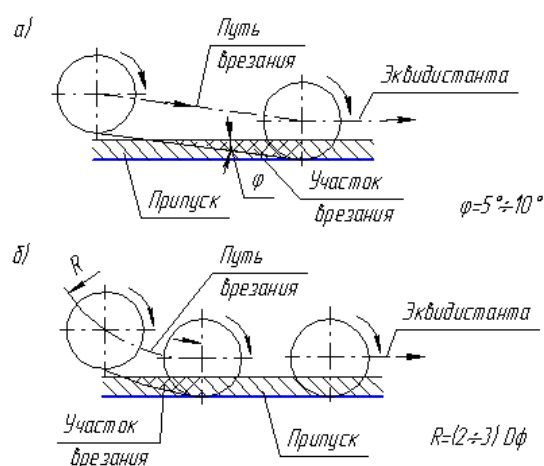

Рис. 5. Схеми врізання в припуск при фрезеруванні по площині: а - під кутом до площини; б - по дузі кола
Врізання в плоску поверхню рекомендується під малим кутом ($5 \div 10^\circ$) (Див. рис.5а) або по дузі кола радіусом $(2 \div 3)D_{\text{фрезы}}$ (Див. рис. 5б).
1. Отримання тривимірної математичної моделі виробу. Вона створюється за даними креслення, частинним аналітичним залежностям. Якщо виріб відтворюється, то модель отримують на трьох координатній вимірювальній машині шляхом обміру оригіналу скануванням поверхні пошарово або поточно (рис. 5а).
3. Пошарове уявлення теоретичної моделі сукупністю двовимірних щодо простих моделей (рис. 5б).
5. Пошарове (рис. 5в, г) отримання одним із способів цільної твердотільної моделі або виробу (або серії виробів). Наочно ілюструє ці етапи прискореного формоутворення рис. 5.